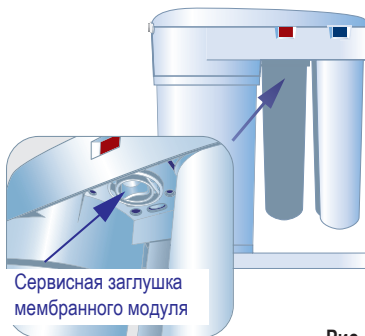

Рис. 9
- Установите вместо сменного мембранного модуля сервисную заглушку рис. 9.